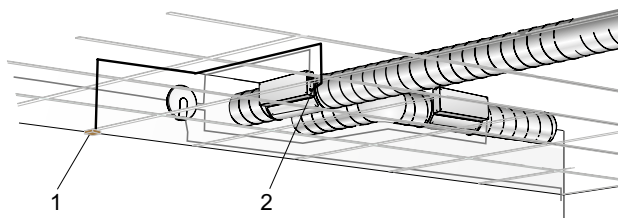

Abbildung 3. Montage des Verlängerungskabels zu TUNE Adapt
- LINK Tuneadapt, Verlängerungskabel für TUNE Adapt, siehe Abbildung 3.